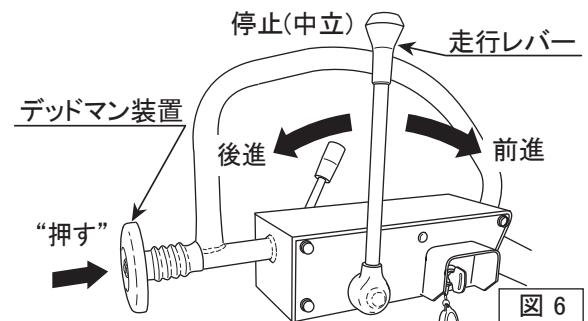

図6
- 走行レバーは3つの機能(前進、中立、後進)をもっています。走行レバーを「後進」にして、デッドマン装置を押した時に走行レバーが「中立」の位置に戻る事を確認してください。(図6)